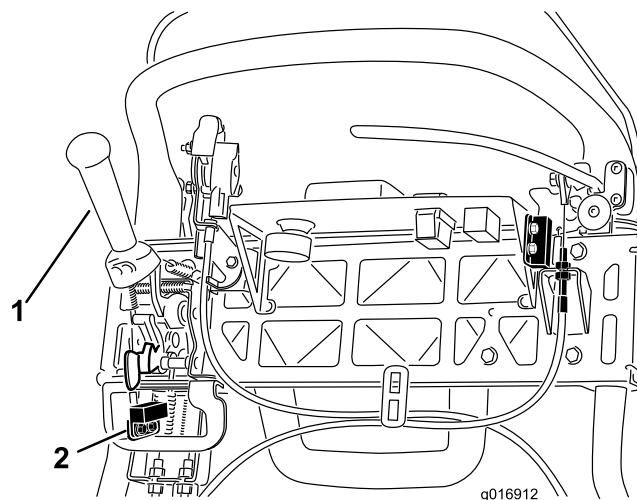

図 38
4. インタロックスイッチを固定しているねじをゆるめる図 38。
5. 走行レバーとインタロックスイッチとの間に厚さ 1.6mmのすきまゲージをはさむ図 38。